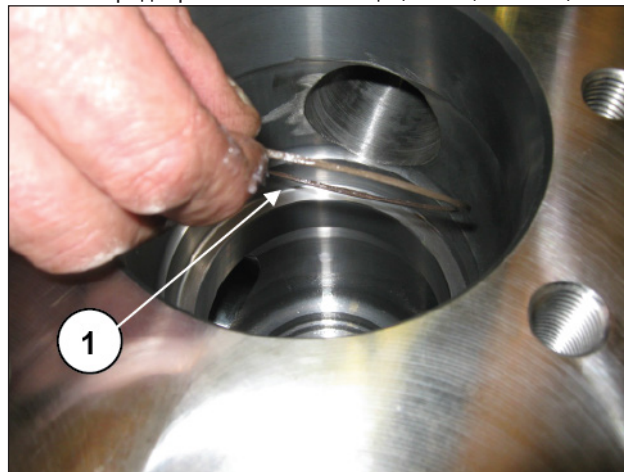

Рис. 179
Вставьте предохранительное кольцо (поз. ①, Рис. 179).